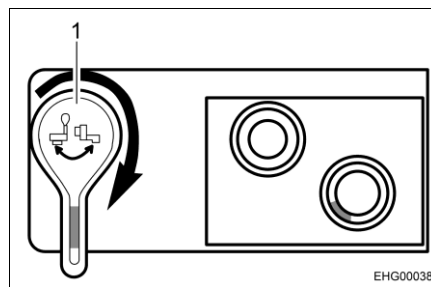

Fig. 55 Robinet de vidange, ouvert
- Ouvrir le robinet de vidange. Tourner pour ce faire le levier du robinet de vidange de 90° dans le sens des aiguilles d'une montre (voir Fig. 55,1).